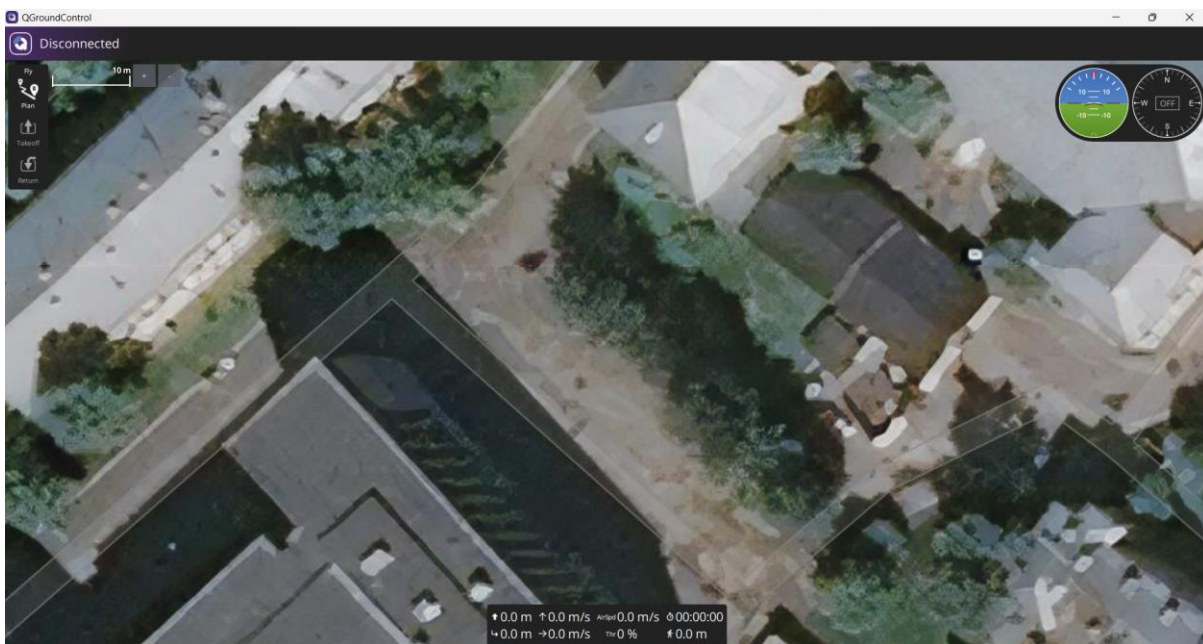

Рисунок 4 – Основное окно СПО «QGroundControl»
3. Запустить QGC нажатием левой кнопки мыши (ЛКМ) по ярлычку программы, дождаться открытия основного окна программы (рисунок 4).